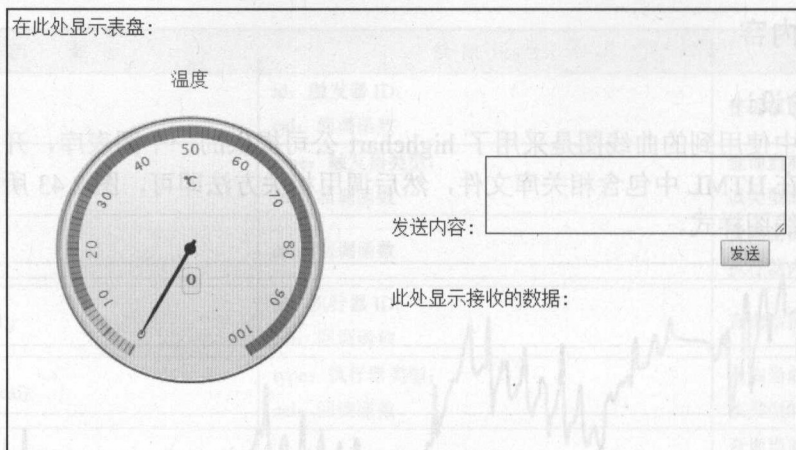

图 2.45 表盘显示
(1) Web 页面的实现。在本任务中 realTimeData.html 页面的样式设计如图 2.45 所示，左侧的表盘显示温度值，右边通过文本框发送“{A0=?}”命令获取温度值，并将获取的温度值显示在表盘上，同时在下—方显示接收的数据，如图 2.45 所示。